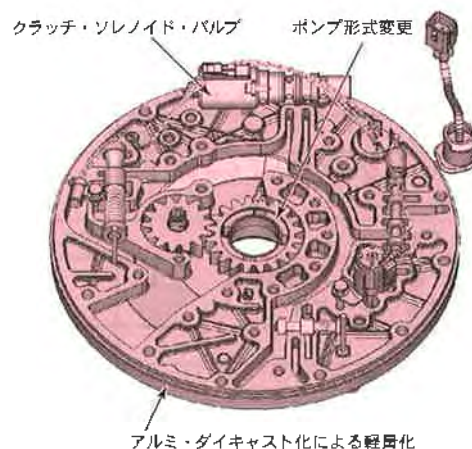

図 I-2 オイル・ポンプ
(1) オイル・ポンプ(図 I-2)
(2) クラッチ・ソレノイド・バルブ(図 I-2)